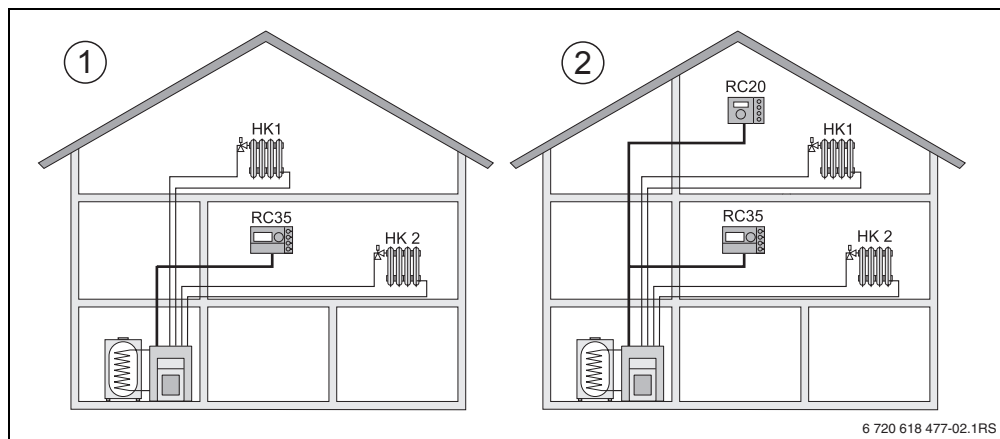

Fig. 2 Posibilidades en una instalación de calefacción con dos circuitos
- Como única unidad de regulación en una instalación de calefacción con dos o más circuitos de calefacción¹⁾ (→ fig. 2, [1]).
- En combinación con un mando a distancia (p. ej. RC20/RC20RF, fig. 2, [2]). En este caso siempre se trata de dos circuitos de calefacción separados. Los mandos a distancia no pueden instalarse en calderas con UBA1.x.